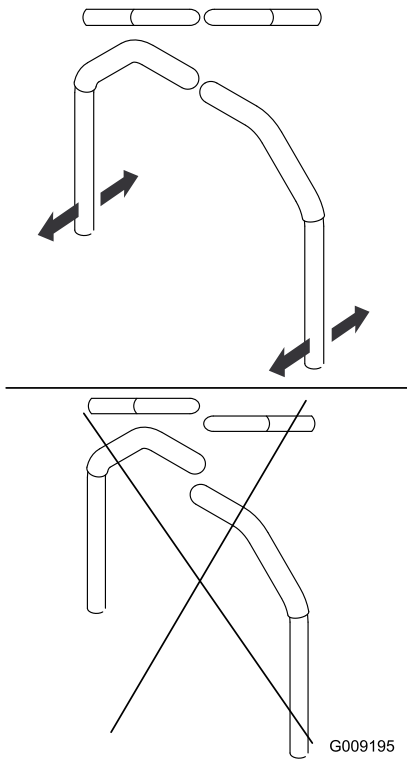

Figura 56
7. Alinee las palancas en el sentido adelante/atrás acercándolas a la posición de PUNTO MUERTO, y moviéndolas hasta que estén alineadas; luego apriete los pernos (Figura 56).